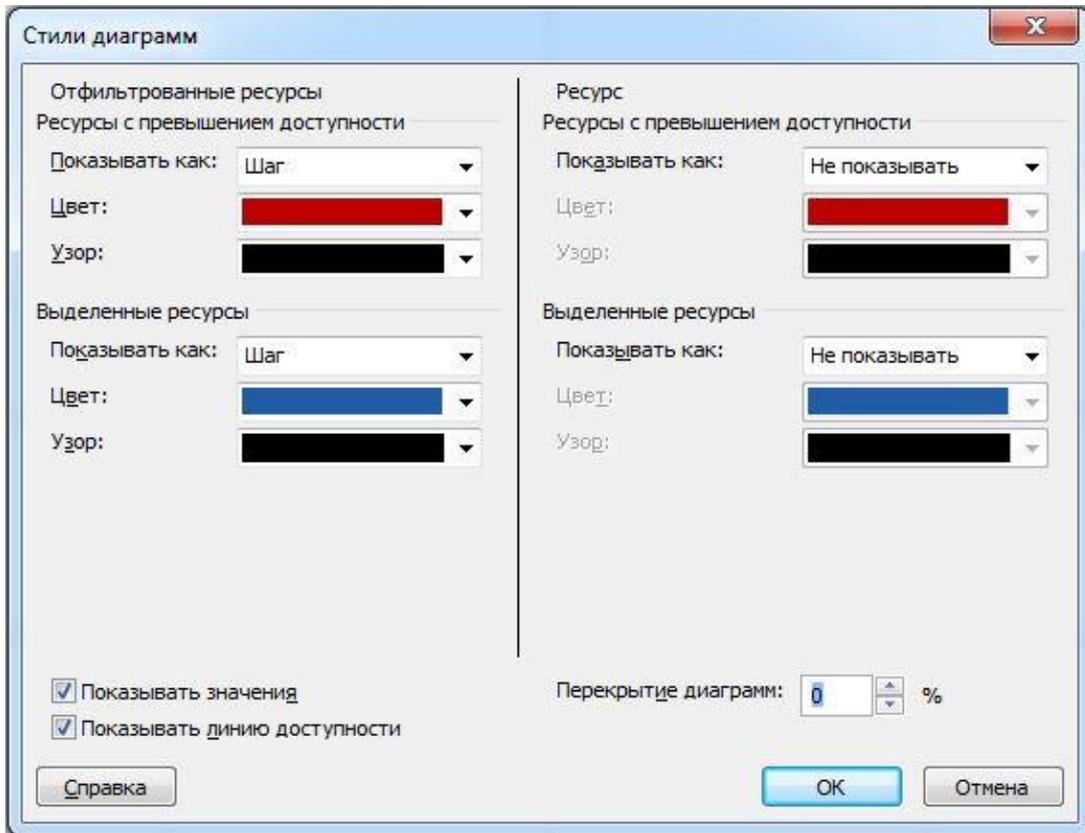

Рис. 32. Настройки в окне «Стили диаграмм»
13) По умолчанию MS Project создает График ресурсов по каждому ресурсу отдельно, но в реальных проектах чаще всего необходимо создавать единый График ресурсов для рабочих всех специальностей. Для этого нужно щелкнуть правой кнопкой мыши в области графика и в контекстном меню выбрать «Стили отрезков», после чего откроется окно «Стили диаграмм» (для открытия окна «Стили диаграмм» можно также щелкнуть два раза левой кнопкой мыши в области графика), в котором нужно сделать настройки в соответствии с рис. 32. После всех преобразований получаем отредактированные Графики